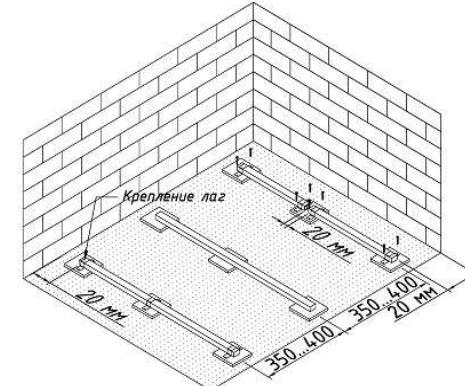

Рис.3 Укладка лаг
- При укладке монтажных лаг на подготовленное основание, используйте резиновые подкладки под лаги толщиной от 20 мм для отвода воды. Рис. 3
- Поперечное расстояние между лагами для укладки террасной доски должно составлять не более 350-400мм (размер по осям). Рис. 3. При укладке доски по диагонали расстояние не больше 250 мм (по осям).
- Обеспечьте технологический зазор между лагой и примыкающей (стеной) поверхностью не менее 20мм. При продольной стыковке лаг всегда оставляйте зазор между ними не менее 20мм. Рис. 3